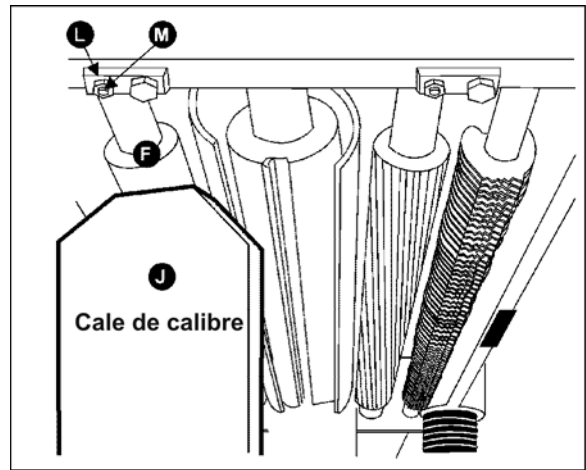

Figure 27
5. Retirez le calibre d'épaisseur et placez la cale du calibre (J, Figure 27) sous l'une des extrémités du rouleau de sortie (F, Figure 27). La partie inférieure du rouleau de sortie doit juste effleurer le sommet de la cale du calibre. S'il est nécessaire de régler le rouleau de sortie, desserrez le contre-écrou (L, Figure 27) et tournez la vis (M, Figure 27) jusqu'à ce que le rouleau de sortie touche la cale du calibre. Serrez ensuite le contre-écrou (L, Figure 27).